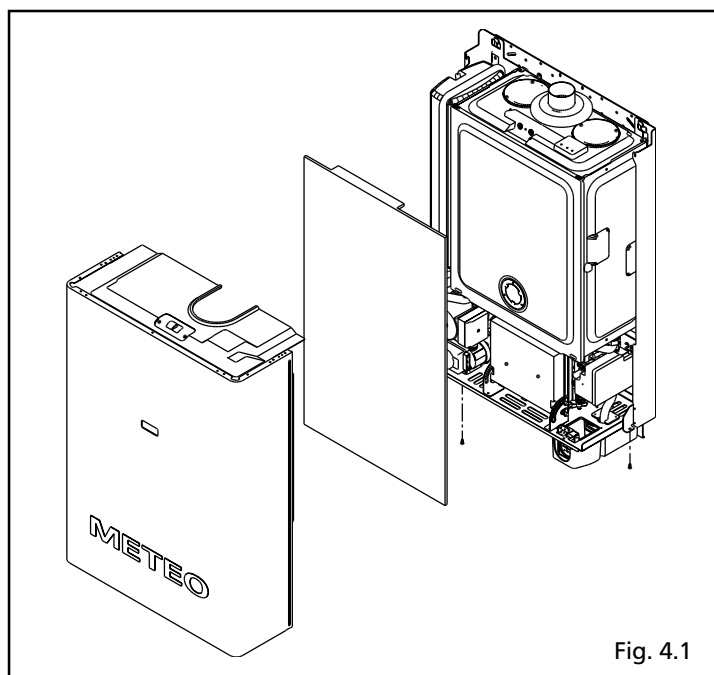

Fig. 4.1
- ⚠ Prima dell'accensione della caldaia smontare il mantello agendo sulle viti di fissaggio (fig. 4.1) per rimuovere il cartone di protezione. Il costruttore non è responsabile per danni causati dalla mancata osservazione di questa nota.**